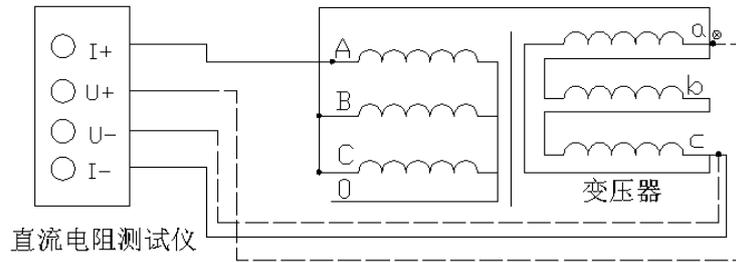

图 7.2 测量低压 Rac 的接线方法
b) 助磁法接线见图 7.2~7.4 (适用于 $Y_{(N)}-d-11$ 联接组别)。